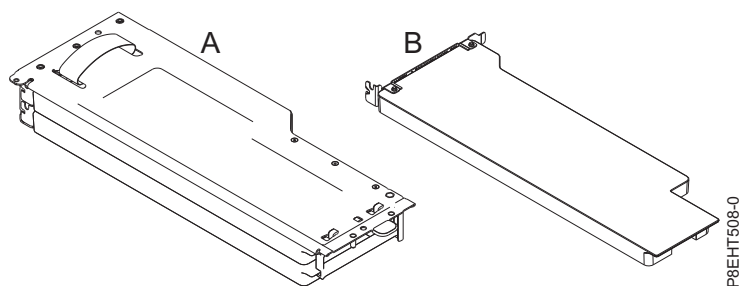

Figura 40. Riser PCIe com preenchedores instalados
4. Dependendo do tamanho do adaptador PCIe, remova um ou os dois preenchedores da placa. Consulte Figura 40 na página 37.